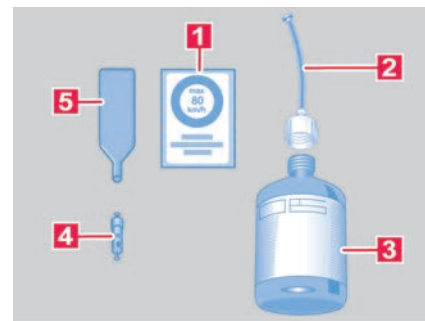

Abb. 225 Bestandteile des Reifenreparatursets (Prinzipdarstellung).
! Der Ventileinsatzdreher → **Abb. 225 5** hat am unteren Ende einen Schlitz, in den der Ventileinsatz passt. Nur so kann der Ventileinsatz aus dem Reifenventil heraus- und wieder hineingedreht werden. Das gilt auch für den Ersatz-Ventileinsatz **4**.
1. Aufkleber aus dem Reifenreparaturset → **Abb. 225 1** im Blickfeld des Fahrers auf die Instrumententafel kleben.
3. Mit dem Ventileinsatzdreher → **Abb. 225 5** den Ventileinsatz aus dem Reifenventil herausdrehen und auf einen sauberen Untergrund legen.
4. Reifenfüllflasche → **Abb. 225 3** einige Male kräftig hin und her schütteln.
5. Einfüllschlauch → **Abb. 225 2** fest im Uhrzeigersinn auf die
6. Verschlussstopfen vom Einfüllschlauch → **Abb. 225 2** entfernen und das offene Ende ganz auf das Reifenventil stecken.
9. Ventileinsatz mit dem Ventileinsatzdreher → **Abb. 225 5** wieder in das Reifenventil schrauben.